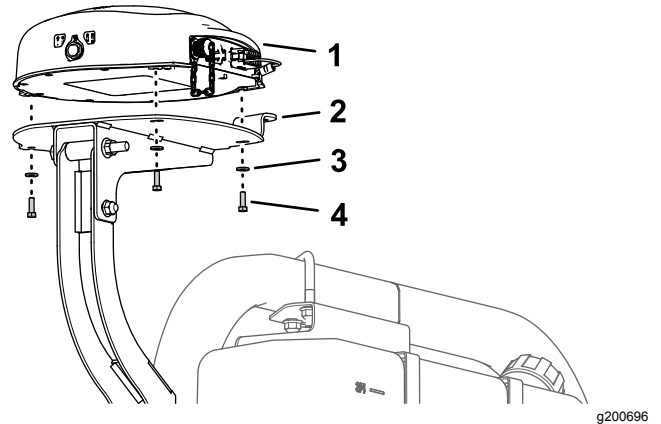

Figure 155
1. Alignez les 3 boulons vissés dans la base du récepteur de navigation et les 3 trous dans le support du récepteur (Figure 155).
2. Fixez le récepteur sur le support (Figure 155) à l'aide des 3 boulons à tête hexagonale (5 x 16 mm) et des 3 rondelles (5 mm).